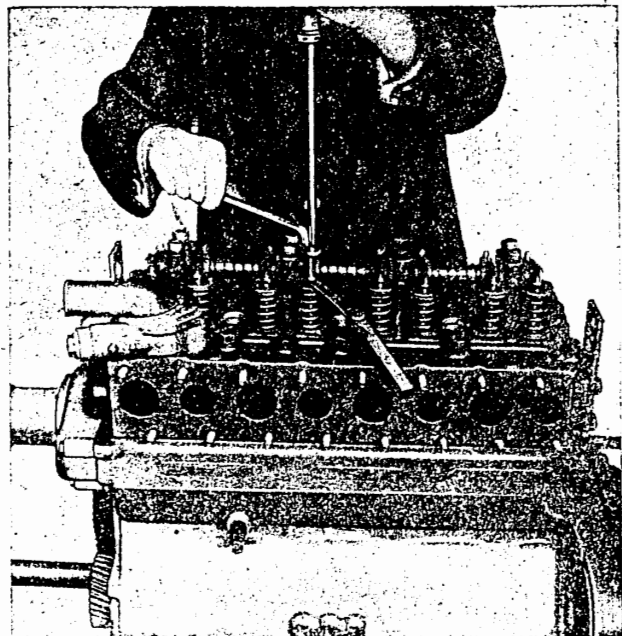

Bild M 112. Überprüfen und Einstellen des Ventilspiels
4. Stimmt das Ventilspiel nicht, so ist es mit der Einstellschraube am hinteren Ende des Kipphebels nachzustellen. Zu beachten ist, daß bei der Überprüfung des Ventilspiels die Einstellschraube immer zu kontern ist (Bild M 112).